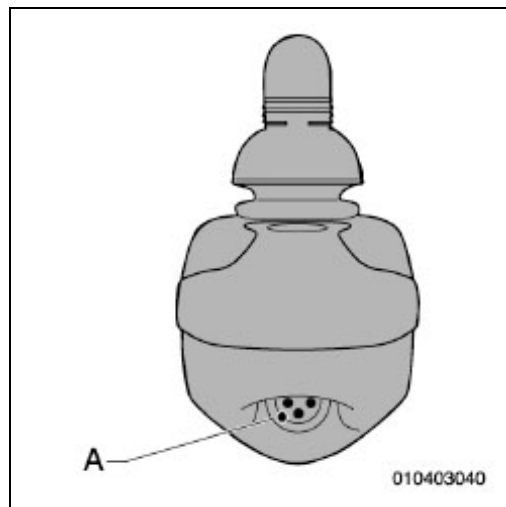

Figure 5.1
2. Branchez la fiche du chargeur dans la borne (A dans la fig. 5.1 et 5.2).